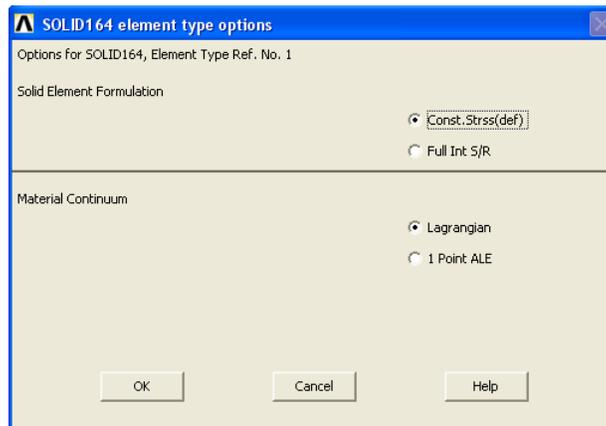

Рисунок 75. Окно *SOLID164 element type options*
- В окне *SOLID164 element type options* (Рисунок 75) устанавливаем следующие опции: